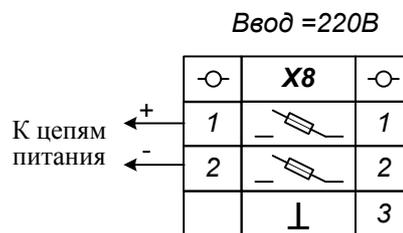

Рис. 4 Схема подключения цепей питания устройства
6.4. Для подключения внешних цепей предусмотрены ряды зажимов, расположенные в задней части устройства, согласно схемам, представленным в разделе 10 (рис. 4 и 5). Каждый зажим клеммного ряда обеспечивает подключение медных или алюминиевых проводов сечением до 2,5 мм2.